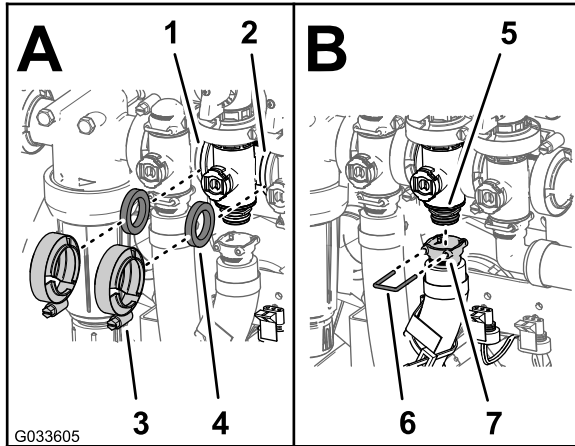

図 125
2. 攪拌バイパスバルブ、ガスケット、攪拌バルブマニホールドを組み立てて、フランジクランプを手締めする 図 125。